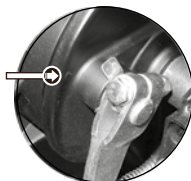

Imagen 21. Desgaste de freno trasero.
3. Verificar que el indicador de desgaste no alcance la línea de desgaste (ver imagen 21).